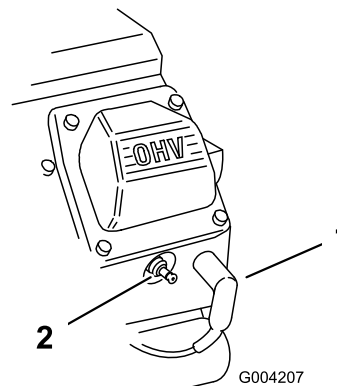

Рисунок 34
- Снимите провода со свечей зажигания (Рисунок 34).
3. Наденьте провода на свечи зажигания (Рисунок 34).